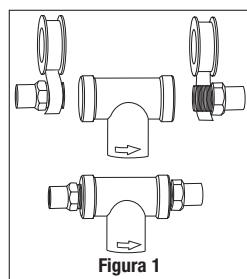

Figura 1
1. Utilice la cinta de PTFE para envolver los extremos roscados de los adaptadores y enrosque ambos extremos de la cabeza del cartucho. No utilice ningún sellador de roscas ni grasa para roscas ya que pueden contener solventes que pueden deteriorar los accesorios. (Figura 1)